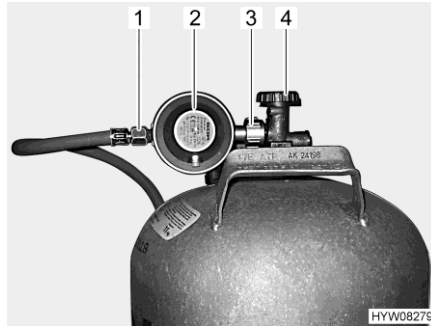

Bild 27 Anslutning gasflaska
- Stäng huvudavstängningsventilen (Bild 27,4) på gasflaskan. Beakta pilriktningen.
- Håll fast gastryckregulatorn (Bild 27,2) och öppna muttern (Bild 27,3) (vanligen vänstergänga).
- Tag bort gastryckregulatorn med gasslangen (Bild 27,1) från gasflaskan.
- Sätt gastryckregulatorn (Bild 27,2) med gasslangen (Bild 27,1) mot gasflaskan och dra åt muttern (Bild 27,3) (vanligen vänstergänga). Dra **inte** åt för hårt.